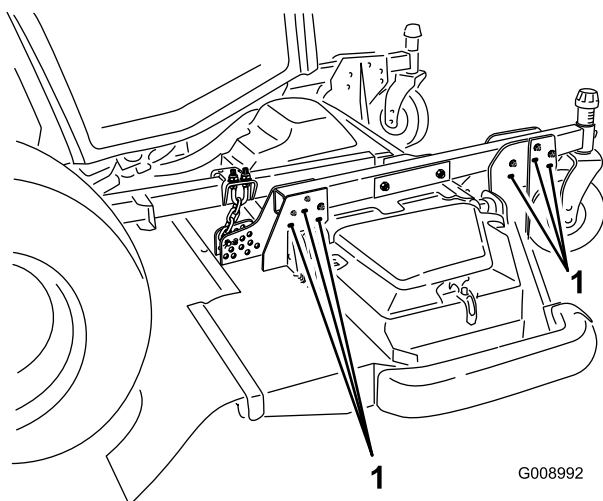

Figure 26
7. Pour obtenir des hauteurs de coupe de 102 à 153 mm, enlevez les boulons qui fixent les supports du plateau aux bras de pivot de hauteur de coupe, puis remontez les supports du plateau dans les trous inférieurs (Figure 26).